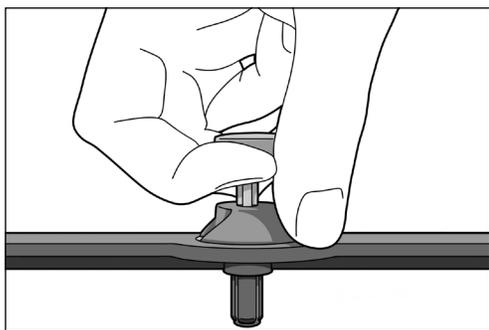

Fig. 24
1. Para remover a máscara anterior, puxe o pino para cima enquanto faz pressão contra o domo. Repita em cada um dos 6 pinos. Será possível ouvir um clique indicando que a máscara anterior está pronta para ser removida. (Fig. 24)